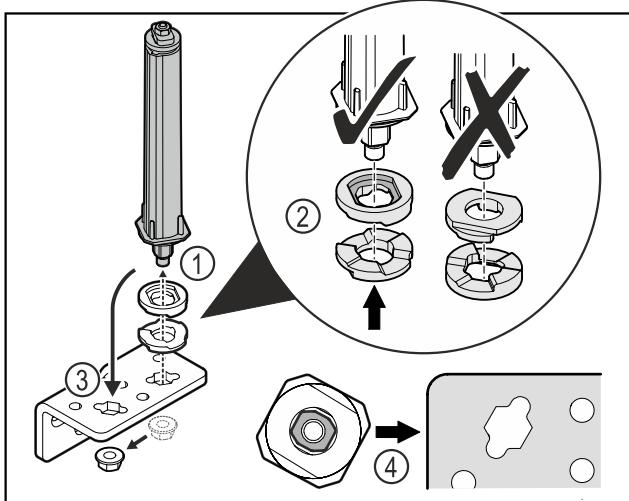

Fig. 40
- Otpustite maticu i skinite sustav zatvaranja vrata Fig. 40 (1).
- Pazite na ispravno poravnanje pločica za namještanje visine Fig. 40 (2).
- Premjestite sustav zatvaranja vrata u kutnim šarkama i pričvrstite ga maticom Fig. 40 (3).
- Pri umetanju pazite na ispravno poravnanje sustava zatvaranja vrata Fig. 40 (4).